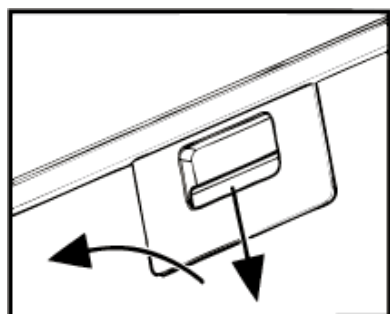

Рис.8
8.6 Для зняття алюмінієвого фільтра (рис.8) слід натиснути на пружинну засувку і, потягнувши на себе і вниз, зняти фільтр з панелі. Встановлення фільтра виконується в зворотному порядку.